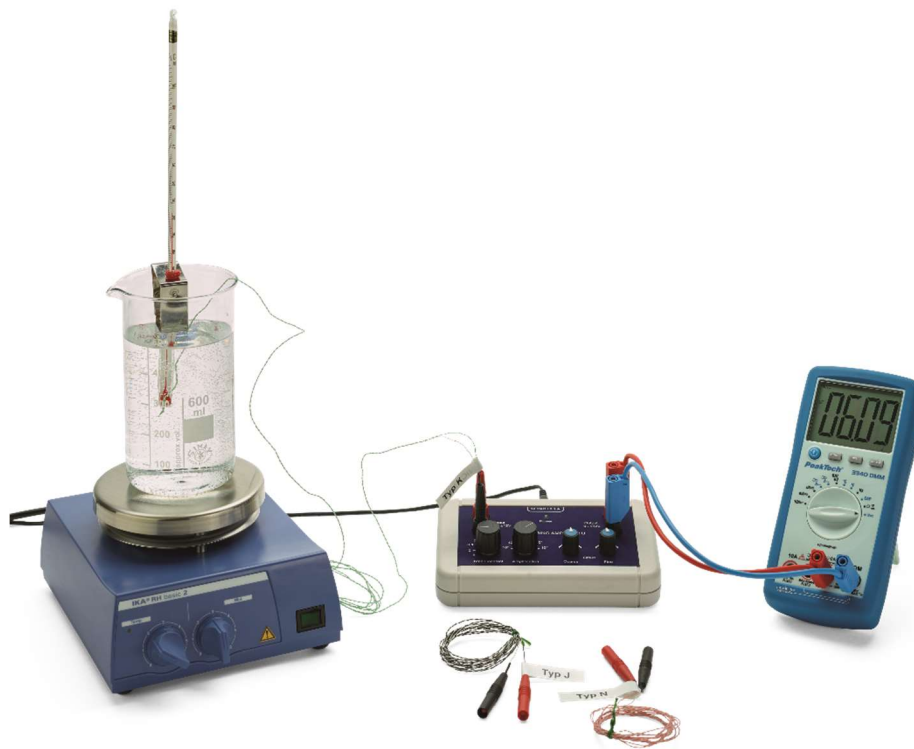

Fig. 1: Struttura sperimentale
- Eseguire la disposizione sperimentale secondo Fig. 1.